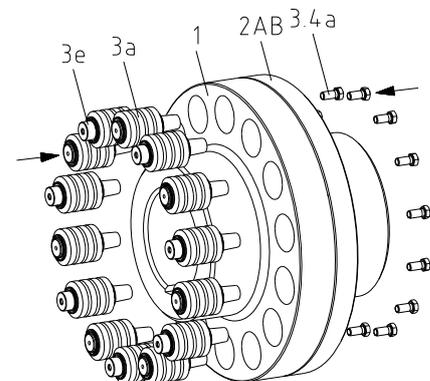

Bild 14
- Setzen Sie die Bolzen (Bauteile 3a und 3e) in die Nabe Teil 1 ein (siehe Bild 14).
- Verschrauben Sie die Bolzen mit den Sechskantschrauben (Bauteil 3.4a) und ziehen diese mit einem Drehmoment-schlüssel gleichmäßig auf die in Tabelle 2 angegebenen Anziehdrehmomente an (siehe Bild 14).